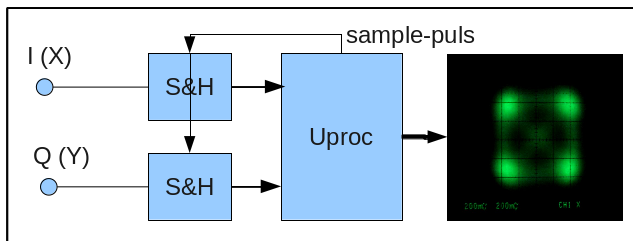

Fig. 2. Poging om een ATmega-processor te gebruiken. Het getoonde resultaat rechts is de wens...
- Deze problemen kunnen worden omzeild door voor de ATmega twee sample&hold circuits te zetten. Zie fig. 2.